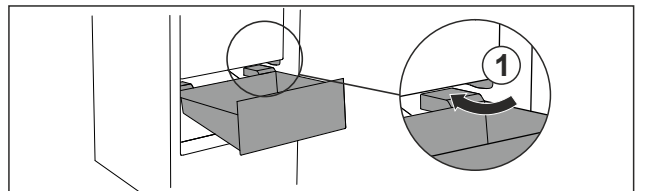

Fig. 57
- ▶ Обвести висувний ящик навскіс навколо стопора Fig. 57 (1).